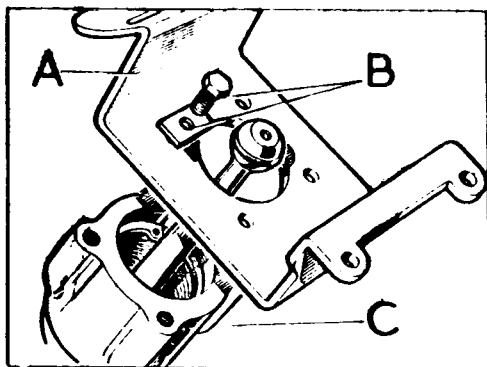

Fig. C-67 Separación de la caja de la palanca
- 1.1. Separar de la placa de montaje, A (Fig. C-67) la caja, C, de la palanca, sujeta por los tornillos, B.